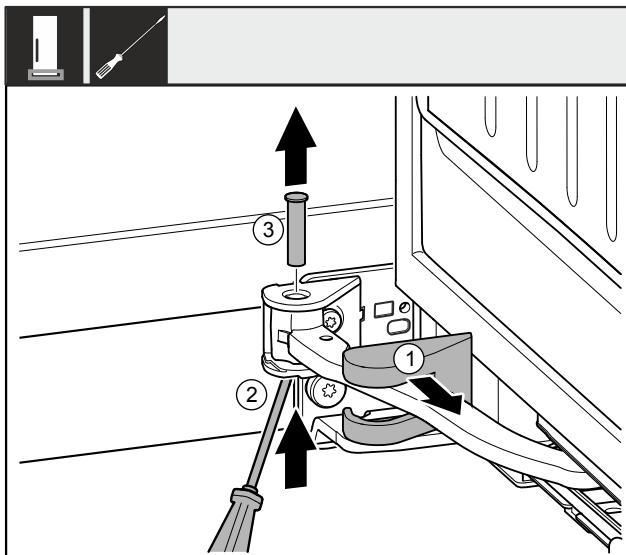

Fig. 9
- ▶ Tag hængselsafdækningen Fig. 9 (1) af, og forskyd den langs leddet.
- ▶ Løft boltene Fig. 9 (2) nedefra med en skruetrækker.
- ▶ Træk boltene Fig. 9 (3) ud oppefra.